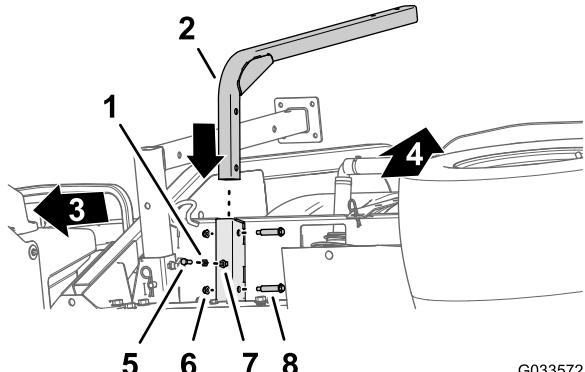

Figura 46
1. Allineate il tubo di supporto del serbatoio d'acqua dolce con il canale di supporto del serbatoio (Figura 46).
2. Allineate i fori nel tubo di supporto con i fori nel canale (Figura 46).
3. Fissate il tubo al canale (Figura 46) con i 2 bulloni di spallamento (1/2" x 1-15/16") e i 2 dadi di bloccaggio flangiati (5/16").
5. Avvitate il controdado (5/16") nel bullone (5/16" x 1") come illustrato nella (Figura 46).
6. Avvitare il bullone (5/16" x 1") e il controdado nel dado saldato nella parte inferiore del canale di supporto del serbatoio e serrate il bullone e il controdado manualmente (Figura 46).